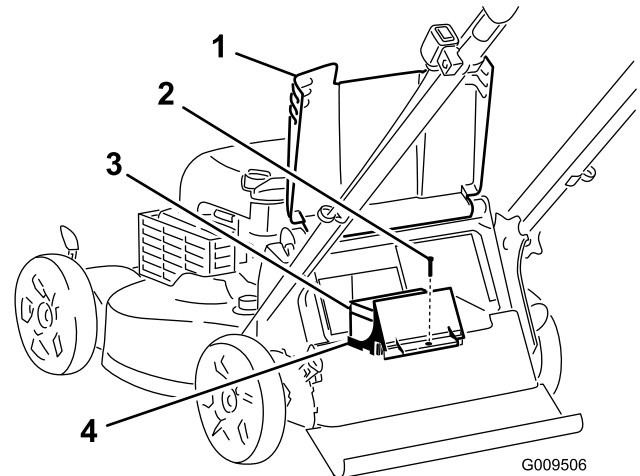
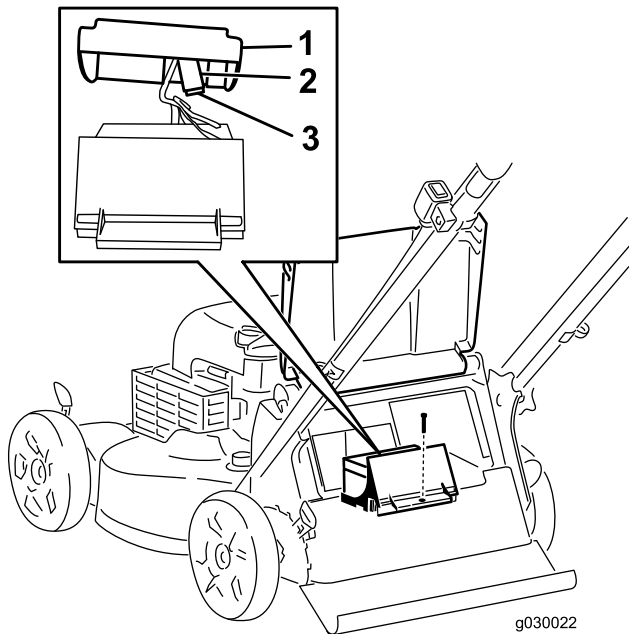

Figura 26
Figura 27
- Eleve el deflector trasero y localice el compartimento de la batería (Figura 26).
- Retire el tornillo que sujeta el compartimento de la batería, retire la batería y localice el fusible (Figura 26 y Figura 27).
4. Cambie el fusible del portafusibles (Figura 27).